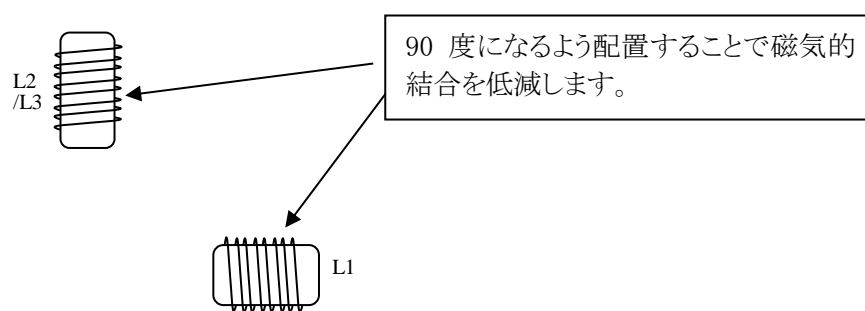

図 4.2.2 VCO インダクタとPAのチョークコイルまたは LNA のマッチングインダクタの配置例
- 2.1. 図 4.2.2 のように VCO タンクのインダクタ L1 と PA のチョークインダクタ L3 および LNA マッチングインダクタ L2 が磁氣的に結合しないよう、90 度に配置してください。